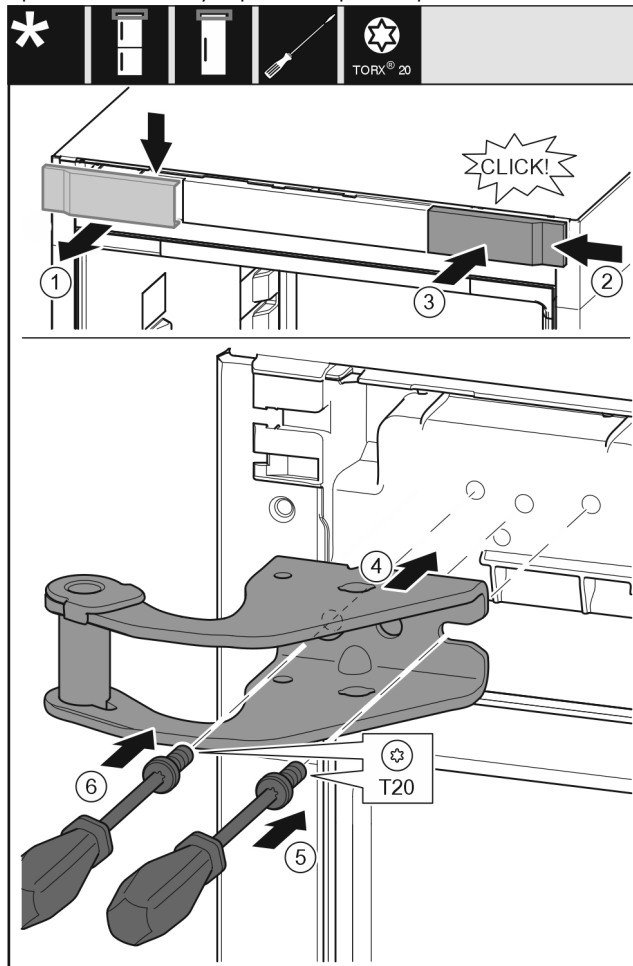

Fig. 14
- ▶ Снимите крышку сверху вперед. Fig. 14 (1)
- ▶ Навесьте крышку, повернув ее на 180°, справа с другой стороны. Fig. 14 (2)
- ▶ Зафиксируйте крышку. Fig. 14 (3)
- ▶ Установите верхний опорный кронштейн. Fig. 14 (4)
- ▶ Установите и затяните винт отверткой T20. Fig. 14 (5)
- ▶ Вставьте и затяните винт отверткой T20. Fig. 14 (6)